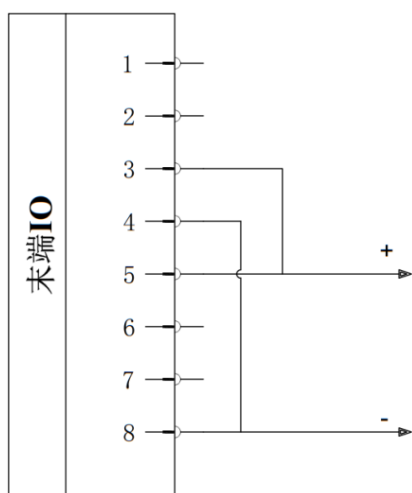

图 2-45: 双针模式 1 接线
- 接线方法：如图 2-45 所示，将电源线（5 棕色）与 TI3/TO3/PWR2 线（3 橙色）连接，接地线（8 蓝色）与 TI2/TO2/GND2 线（4 黄色）连接。